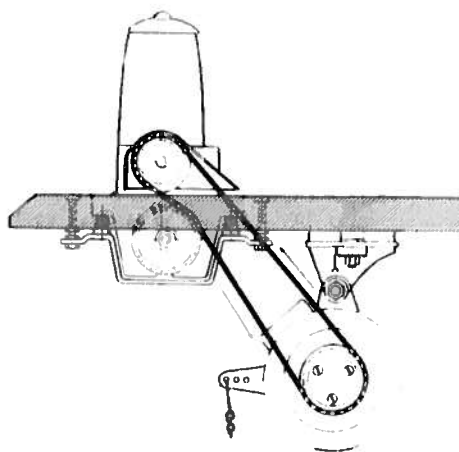

fig. 1
1. Montare la cinghia di trasmissione secondo lo schema (fig. 1)